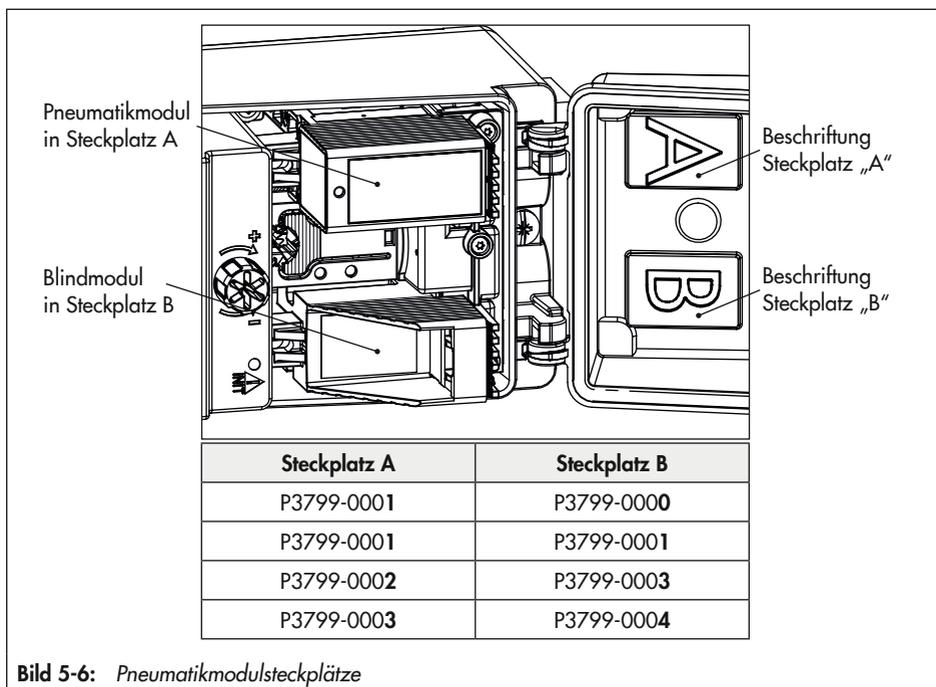

Bild 5-6: Pneumatikmodulsteckplätze
Für die Pneumatikmodule stehen im Stellungsregler zwei Steckplätze zur Verfügung, vgl. Bild 5-6.
1. Zulässige Kombinationen der Pneumatikmodule nach Bild 5-6 beachten.